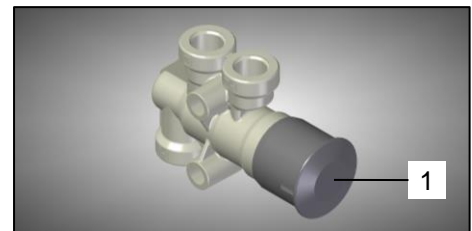

Bild 60: Lossningsventil
- Bild 60/position 1: Lossningsventil → svart knapp